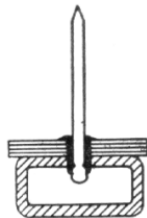

Fig. 3 – comprimento do rebite
- b) O comprimento do rebite deverá ser um pouco maior que a espessura do material a ser rebitado (fig. 3);